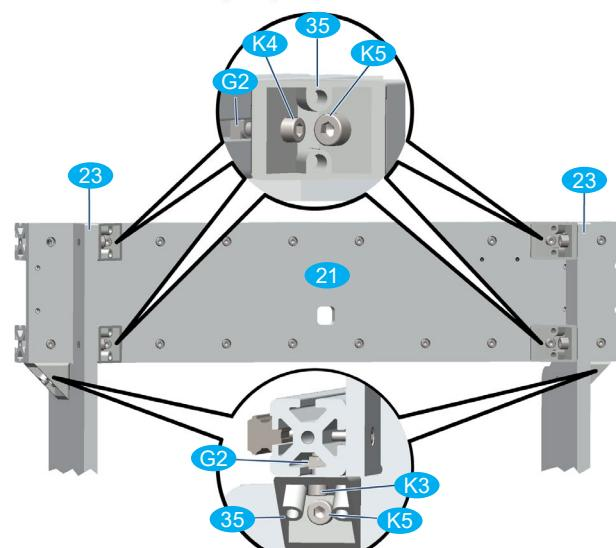

Bild 19: Verbindung von Portalbalken und -wangen
- Hammermuttern durch die Langlöcher an der Rückseite des Portalbalkens in das Profil einsetzen und Winkel verschrauben (Bild 19 Lupe oben); Schrauben leicht gegenziehen, so dass die Winkel gerade noch verschoben werden können.
- Zwei Winkel **35** mit Flachkopfschrauben **K3** und Hammermuttern **G2** am unteren Profil des Portalbalkens **21** verschrauben (Bild 19 Lupe unten); Schrauben leicht gegenziehen, so dass die Winkel gerade noch auf dem Profil verschoben werden können.